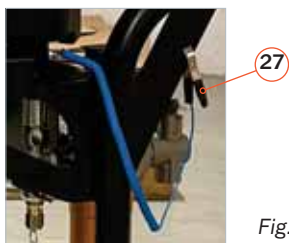

Fig.5
- 27** Cavo di messa a terra (Fig. 5)